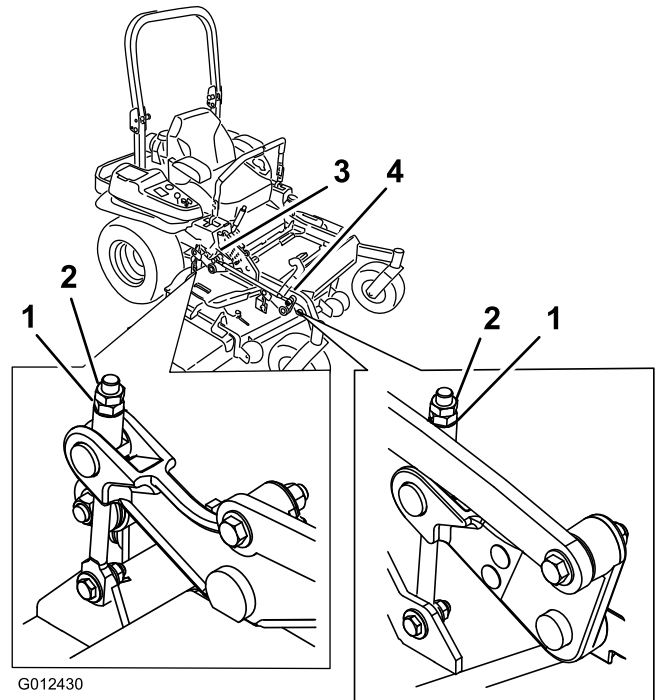

Figura 89
- 10. Gire la tuerca de ajuste del conjunto de elevación de la carcasa delantera para modificar la altura (Figura 89).
16. Gire la tuerca de ajuste del conjunto de elevación de la carcasa delantera para modificar la altura (Figura 89).